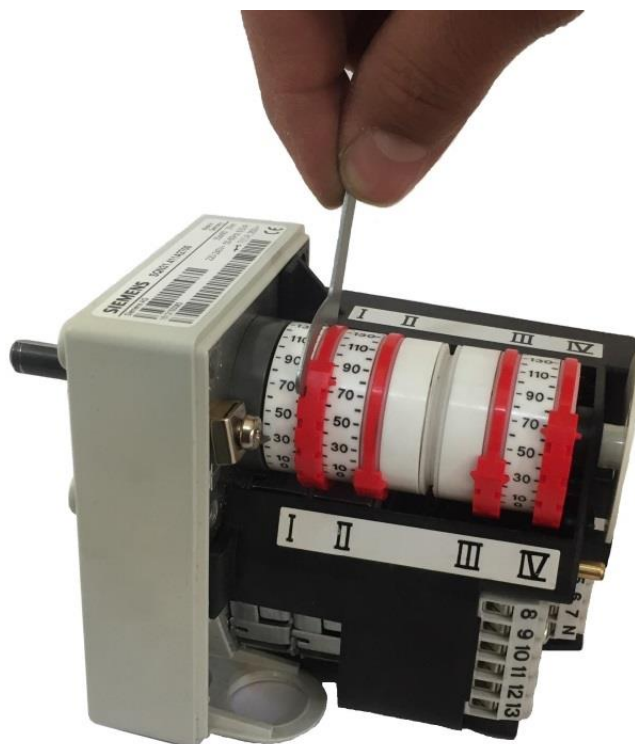

Рис. 58- Настройки кулачкового механизма двигателя заслонки SQN3
-  В соответствии с Рис. 58, для настройки кулачковых переключателей можно использовать переключатель, расположенный за клеммами серводвигателя.